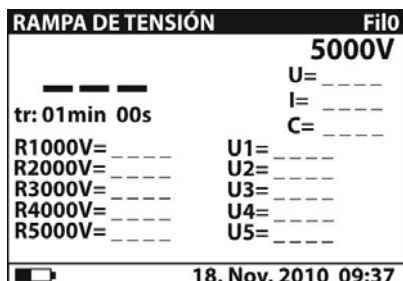
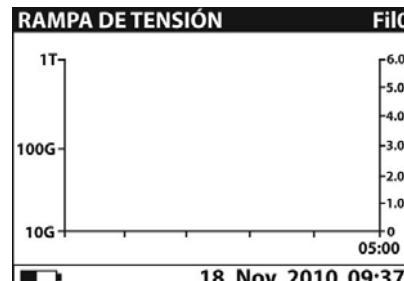

Fig. 34: Pantalla inicial numérica
Fig. 35: Pantalla inicial gráfica
2. Seleccione con las teclas flecha ▼ o ▲ la función “RAMPA DE TENSIÓN” sobre el menú principal y confirme con la tecla **SELECT**. La pantalla Fig. 34 es mostrada en el instrumento. En el caso en el cual la opción Gráfico R(t) **sea activada (ON)** pulse las teclas flecha ▼ o ▲ para pasar a la pantalla gráfica Fig. 35